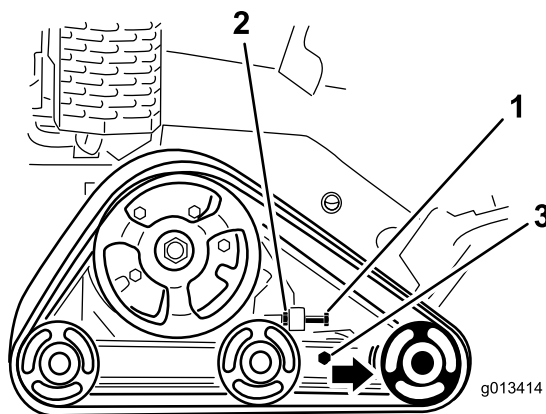

Bild 43
3. Lösen Sie die Klemmmutter an der Spannschraube der Kette und die Klemmschrauben am Spannarm (Bild 43).
4. Ziehen Sie die Spannschraube bis auf 32,5-40 Nm an, um die Kette zu spannen (Bild 43).
4. Lösen Sie die Spannschraube und Klemmmutter (Bild 43).
5. Lösen Sie die Klemmschrauben (Bild 43).